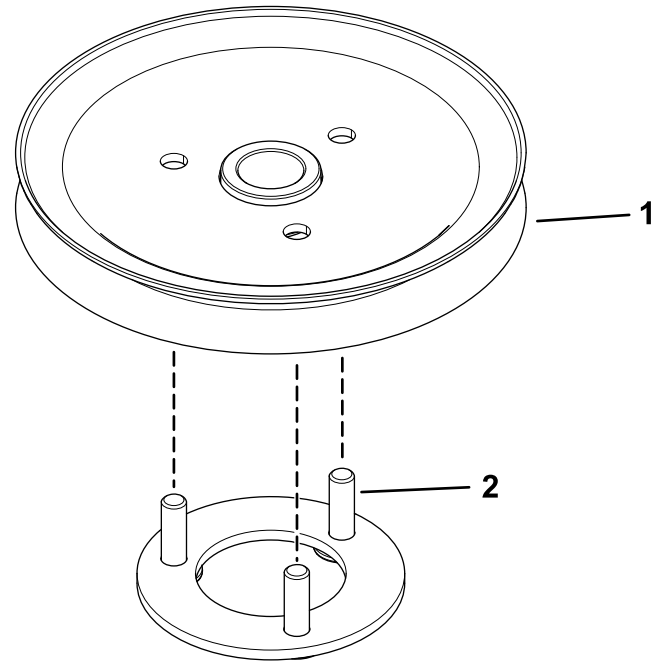

Figure 8
2. Insérez les goujons du plateau de support de la poulie dans les trous de la roue à gorge (Figure 8).